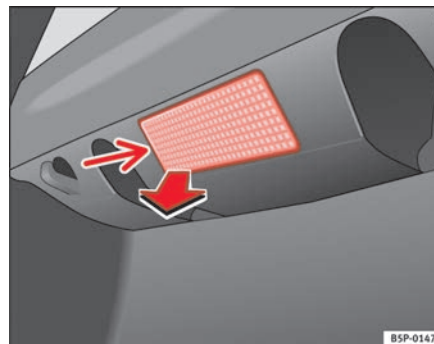

Abb. 196 Gepäckraumbeleuchtung
- Das Lampenglas der Glühlampe durch Druck mit einem Schraubenzieher auf dessen Unterkante -Pfeil- abnehmen ⇒ Abb. 196. ►